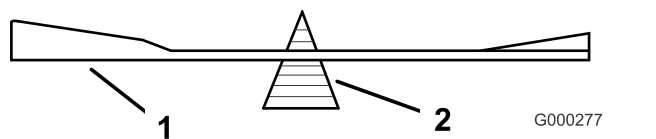

Рисунок 74
2. Проверьте балансировку ножа с помощью балансировочного устройства для ножей (Рисунок 74).